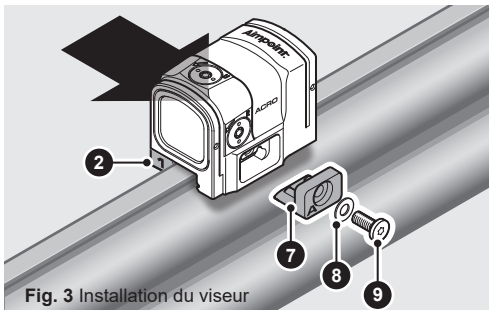

Fig. 3 Installation du viseur
- a Installez la plaque de base de support (2) (**1 / 2 / 3 / 4**) sur le viseur.
- b Assemblez la plaque de base de verrouillage (7) (**A / B / C / D**), la rondelle (8) et la vis (9) et installez-les sur le viseur (ne serrez pas complètement la vis).
- c Placez le viseur sur la glissière du fusil. Appuyez contre le côté gauche du viseur (voir flèche sur la fig. 3) contre la nervure du fusil de chasse et serrez la vis (9) à l'aide de l'outil (10D) jusqu'à ce qu'elle soit complètement serrée (MAX. 3 Nm de couple). Assurez-vous que la plaque de base de verrouillage (7) est installée parallèlement au boîtier du viseur.